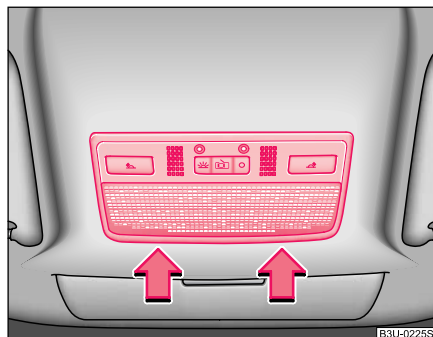

Fig. 187 Lampa interioară față la autovehiculele fără trapă electrică
- Introduceți o șurubelniță mică în fanta de lângă lampă ⇒ Fig. 187.